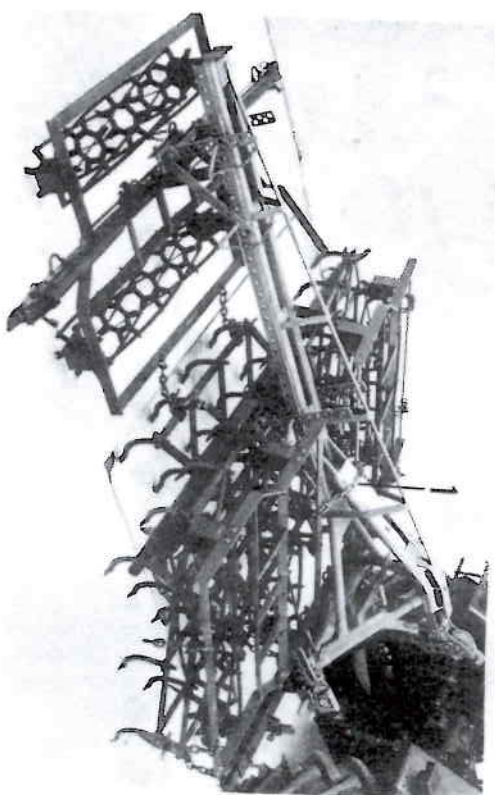

Abb. 61 Transportstellung Löfflegege (oder Ackeregge) + Krümler bei 3,30 m Arbeitsbreite.
3. Auf die in Transportstellung gebrachte Egge links und rechts je ein Krümlerfeld aufsafteln und mit der Transportkette (1) sichern (Abb. 61).